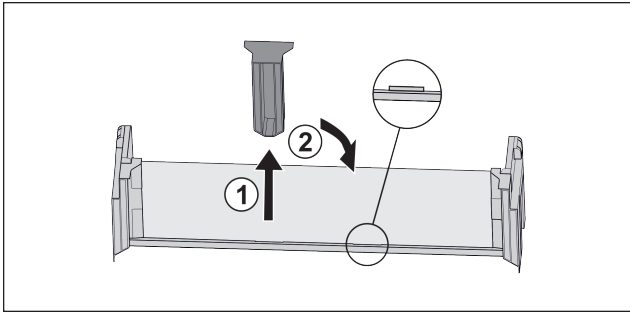

Fig. 54 \*
- ▶ Retirar la pieza de sujeción central Fig. 54 (1).\*
- ▶ Colocar la pieza de sujeción central en la segunda posición Fig. 54 (2).\*